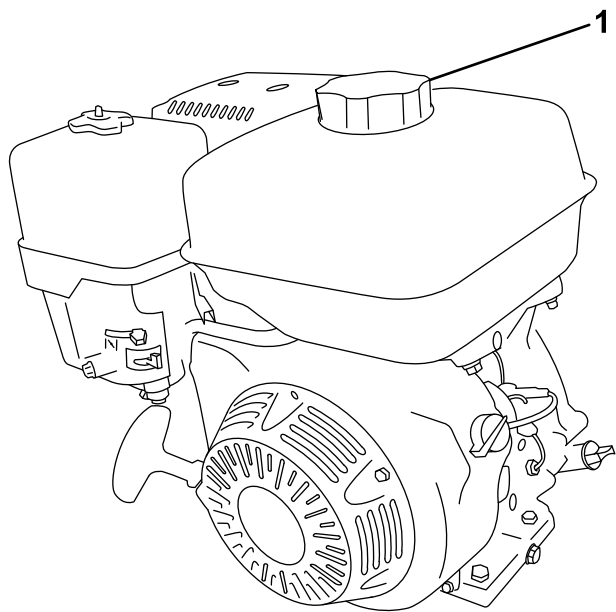

Figure 26
2. Nettoyez la surface autour du bouchon du réservoir de carburant et enlevez le bouchon (Figure 26).
4. Revissez fermement le bouchon du réservoir de carburant (Figure 26).